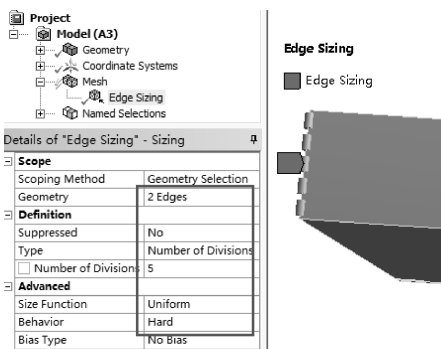

图 11-84 定义圆柱外表面与两端面交线处尺寸
(1) 在导航树里单击【Mesh】→【Details of “Mesh”】→【Sizing】→【Size Function】= Curvature, 【Relevance Center】= Fine; 【Quality】→【Smoothing】= High, 其他默认。
(2) 在标准工具栏中单击 , 选择圆柱外表面与两端面交线, 然后右键单击【Mesh】→【Insert】→【Sizing】, 【Edge Sizing】→【Details of “Edge Sizing” -Sizing】→【Definition】→【Type】= Number of Divisions, 【Number of Divisions】= 5; 【Advanced】→【Size Function】= Uniform, 【Behavior】= Hard, 【Bias Type】= No Bias, 其他默认, 如图 11-84 所示。